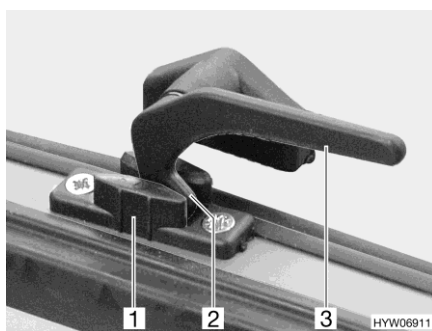

Fig. 40 Palanca de bloqueo (posición de "ventilación continua")
- En la posición "ventilación continua" (Fig. 40)
- Girar todas las palancas de bloqueo (Fig. 40,3) un cuarto de vuelta hacia la mitad de la ventana.
- Girar de nuevo hacia atrás las palancas de bloqueo. El saliente de bloqueo (Fig. 40,2) se ha de introducir para ello siempre en el rebaje del bloqueo de la ventana (Fig. 40,1).